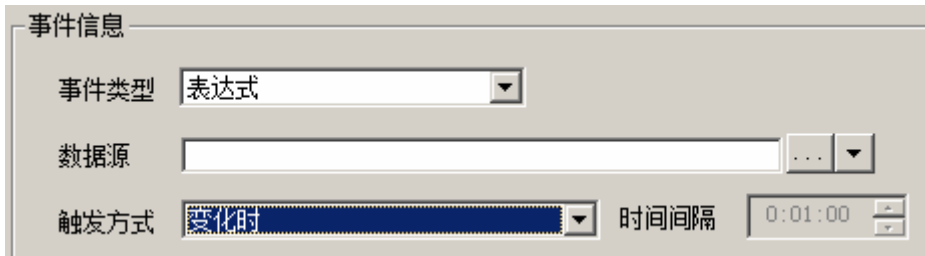

图 3-83 表达式事件类型
- 选择表达式，则通过数据源数据的变化来触发事件，设置界面如图 3-83 所示。